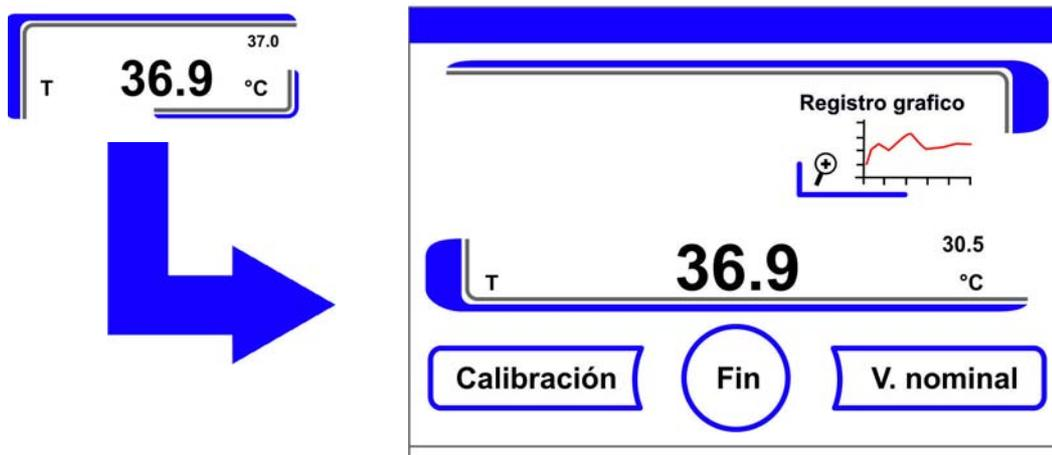

Figura 6-7. Campo de indicación de la temperatura y menú de selección de la temperatura
- Se indica el menú de temperatura (Figura 6-7).